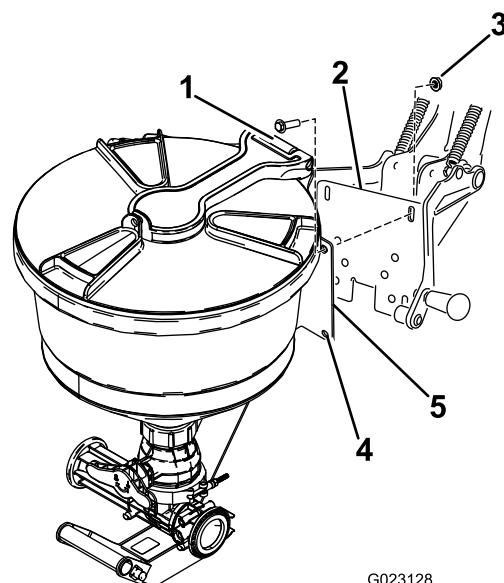

Figura 12
1. Aline os orifícios na placa de montagem do misturador com as ranhuras na estrutura de suporte da cavidade (Figura 12).